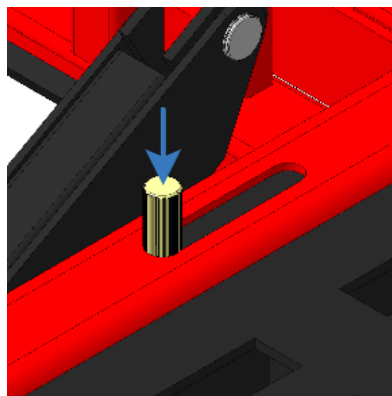

Рисунок 18
- Отпустите ручку. Ручка должна полностью опуститься и зафиксировать положение задвижки (рисунок 18).